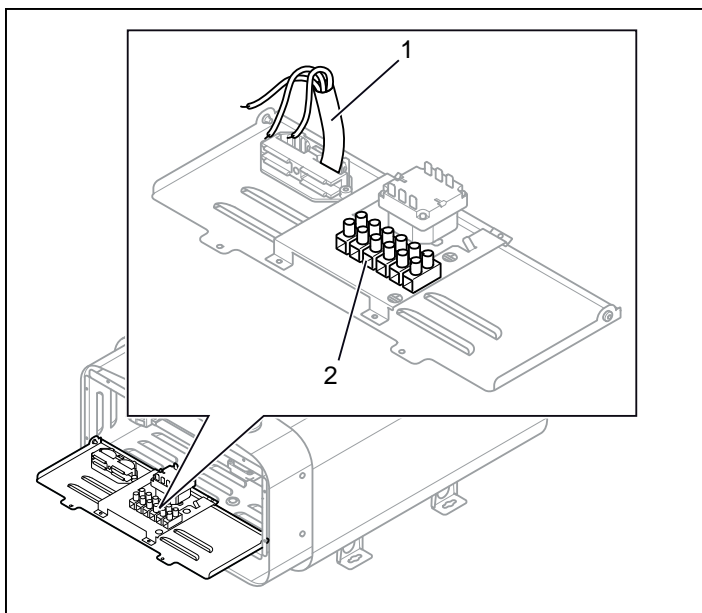

Рисунок 6: Монтажная плата
3. Подключите провод (1) к соединению (2) (см. Рисунок 6, страница 19) согласно схеме соединений (см. Раздел Подключение/Схема соединений, страница 20).